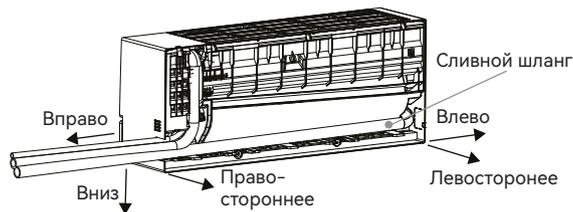

Рис. 7
1. Подсоединение правой задней трубки (аналогично правой нижней трубке) (Опционально, см. Рис.7)
На схеме показано правостороннее расположение сливного шланга, см. Рис.7.